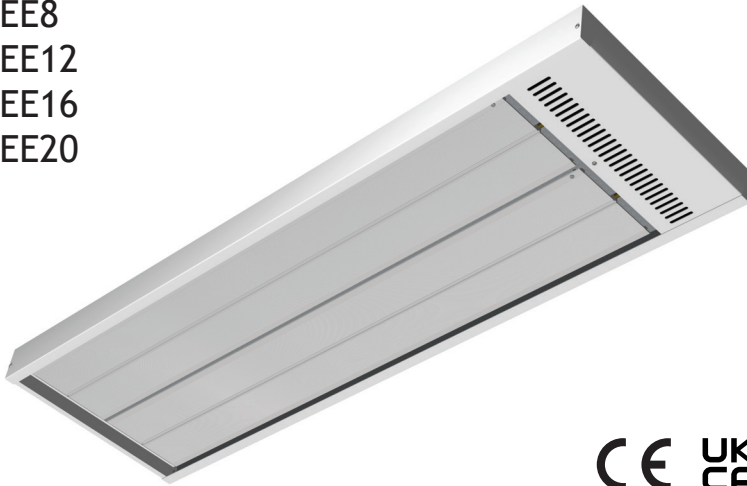

Fig.1
1. The Energostrip can be mounted to the ceiling or on the wall, horizontally, where the lowest installation height is 1.8m (2.3m UK) from the floor level. Respect and follow the minimum distances to the surrounding surfaces, according to fig.1. If the heater is fitted in vertical position the connection box must be positioned at the lower end of a sloping ceiling. Fixed heater must not be mounted in front of a socket outlet.
1. Der EnergoStrip kann an der Decke oder an der Wand montiert werden (horizontal). Die niedrigste Montagehöhe beträgt 1,8 m. Die Mindestabstände laut fig.1 sollten eingehalten werden. Wenn die Heizung in vertikaler Position montiert ist, muss die Anschlussbox am unteren Ende einer Dachschräge positioniert werden. Befestigen Sie den Heizkörper nicht unter einem Wandschalter!
1. Le EnergStrip peut être monté sur les murs ou le plafond (horizontal). La hauteur de fixation minimale est de 1,8 mètres. Les distances minimales selon la figure 1 doivent être respectées. Si le chauffage est installé verticalement, la boîte de connexion doit être placée sur le dessous. Les chauffages fixes ne doivent pas être montés devant une prise de courant.
1. Energostrip kan monteras i taket eller på väggen, horisontellt, där den lägsta monteringshöjden är 1,8 m ifrån golvnivån. Respektera och följ min. avstånden till omgivande ytor enligt fig.1. Om värmaren ska monteras vertikalt, måste kopplingsutrymmet placeras nederst. Fast monterad värmare får inte placeras framför ett vägguttag.